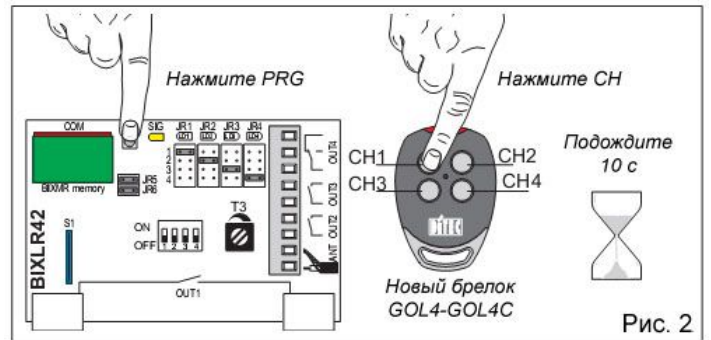

Рис. 2
4. ЗАПОМИНАНИЕ GOL 4 – 4C – 4V – 4CV В БЛОК УПРАВЛЕНИЯ (РИС. 2)